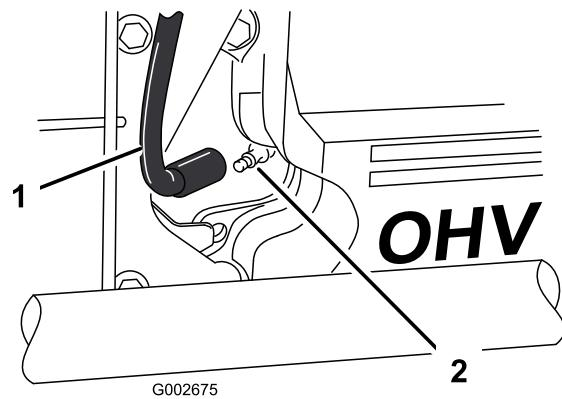

Figure 27
- Débranchez les bougies (Figure 27). Nettoyez la surface autour des bougies pour éviter que des impuretés n'endommagent le moteur en tombant à l'intérieur.
- Connectez les bougies (Figure 27).